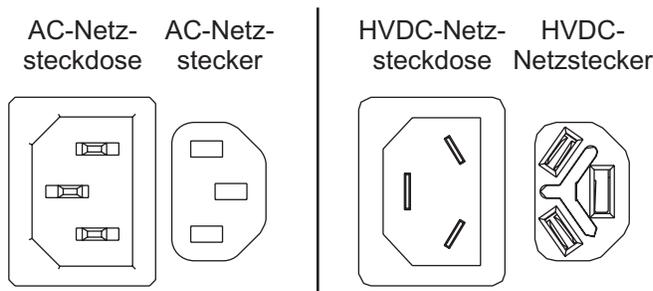
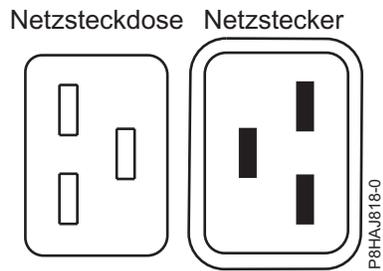
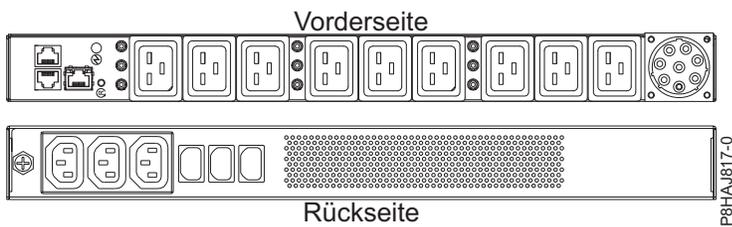

Abbildung 44. AC- und HVDC-Anschlüsse
Abbildung 45. Anschlüsse beim System vom Typ 8408-44E
Abbildung 46. PDU beim System vom Typ 8408-44E
2. Schließen Sie die Netzkabel (A) erneut an die Systemeinheit an. Siehe Abb. 47 auf Seite 59, Abb. 48 auf Seite 60 oder Abb. 49 auf Seite 60 (je nach Systemtyp). In Abb. 44 werden die unterstützten Anschlüsse für den Wechselstrom (Alternate Current, AC) und den Hochspannungsgleichstrom (High Voltage Direct Current, HVDC) dargestellt. In Abb. 45 auf Seite 59 und Abb. 46 auf Seite 59 werden die unterstützten Anschlüsse und die unterstützte Stromversorgungseinheit (Power Distribution Unit, PDU) für das System vom Typ 8408-44E dargestellt.